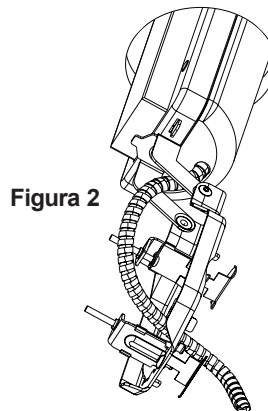

Figura 2
**Paso 3.** Deslice el marco de montaje, el compartimiento de cableado primero, a través del agujero en el techo (Figura 2).